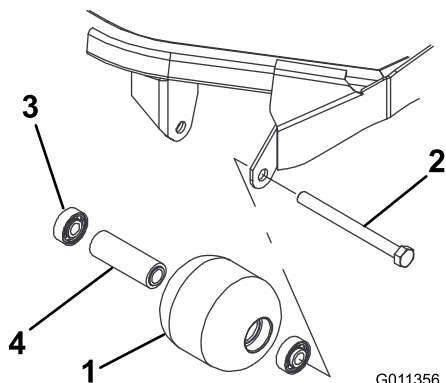

Figura 120
1. Retire el perno de montaje del rodillo (Figura 120).
4. Inspeccione el alojamiento del rodillo, los cojinetes, y el espaciador del cojinete (Figura 120) Sustituya cualquier componente dañado y móntelos.
1. Introduzca a presión el primer cojinete en el alojamiento del rodillo (Figura 120). Haga presión solamente sobre el anillo de rodadura exterior, o de forma igual sobre el anillo exterior y el interior.
2. Introduzca el espaciador (Figura 120).
3. Introduzca a presión el segundo cojinete en el alojamiento del rodillo (Figura 120). Presione de manera uniforme sobre el anillo de rodadura interior y el exterior hasta que el anillo de rodadura interior entre en contacto con el espaciador.